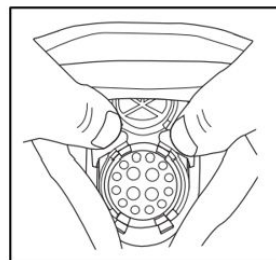

Fig.16
2. Para substituir, posicione o conjunto do protetor nasal no conjunto da lente alinhando o anel de plástico rígido do protetor nasal com o conjunto da lente e pressionando firmemente as abas centrais até que as abas inferiores do protetor nasal se encaixem no lugar (Fig. 16).
9. Substituição do conjunto do protetor nasal (Fig. 16).
6. Substituição do conjunto do protetor nasal (Fig. 16).
13. Substituição do conjunto do protetor nasal (Fig. 16).